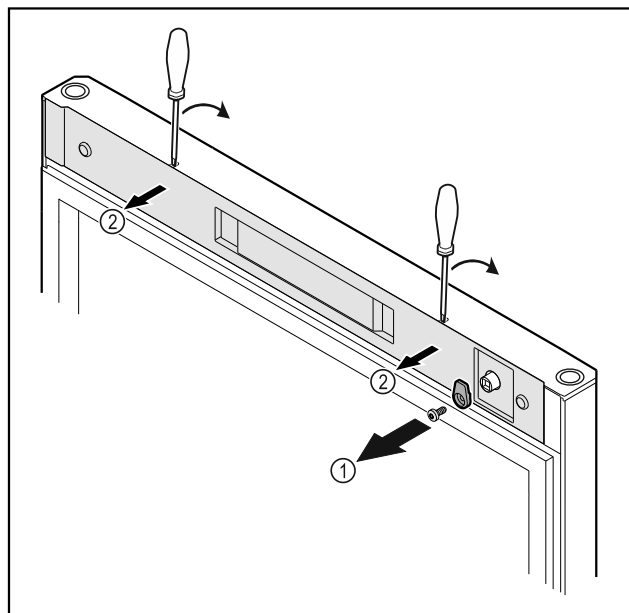

Fig. 20
- ▶ Відкрити запірний гачок Fig. 20 (1).
- ▶ За допомогою малої викрутки зніміть з фіксатора кришку Fig. 20 (2) і видаліть.